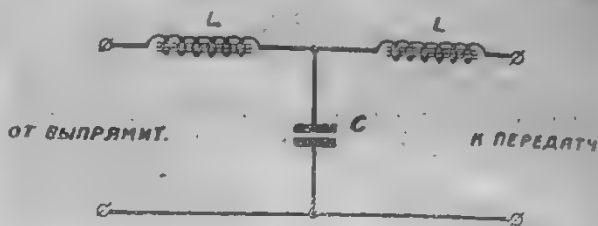

Рис. 3
2) Т-образные, из двух дросселей и одной группы конденсаторов (рис. 3). Соединение отдельных элементов сделано здесь «звездой».